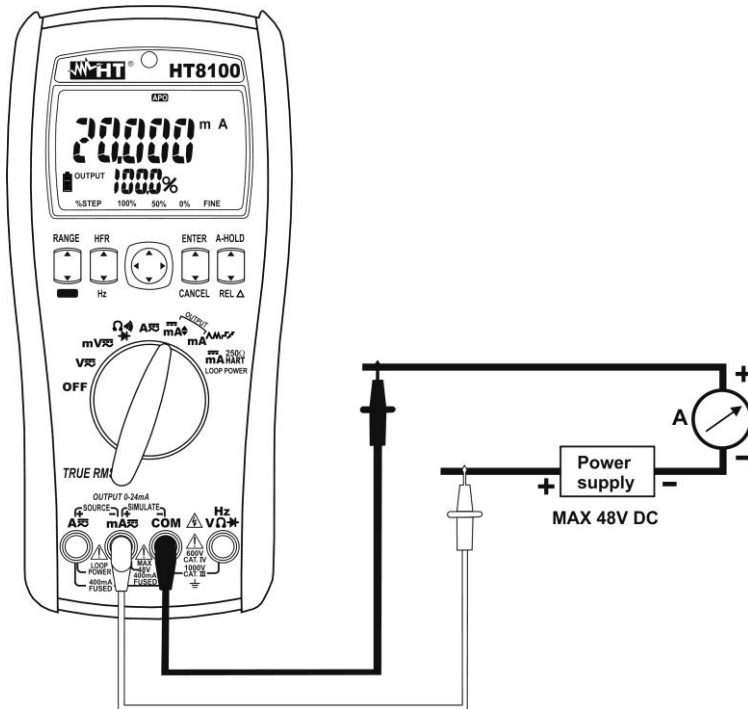

Abb. 9: Verwendung des Gerätes für die Simulation eines Wandlers
5. Stellen Sie die rote Messleitung und die schwarze Messleitung in die Punkte mit positivem Potenzial der externen Quelle und positivem Potenzial des externen Messgerätes (z.B.: Multimeter – siehe ~~Abb. 9~~ **Abb. 9**).